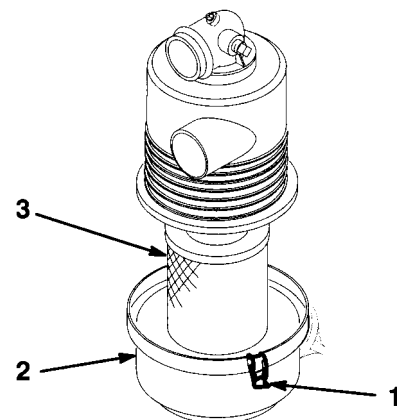

図 28
2. オイルフィルタ (図28) を外し、新しいフィルタのガスケットにオイルを薄く塗る。
3. ラッチを外してカバーとボディーを分離し (図28)、カバーの内部をきれいに清掃する。